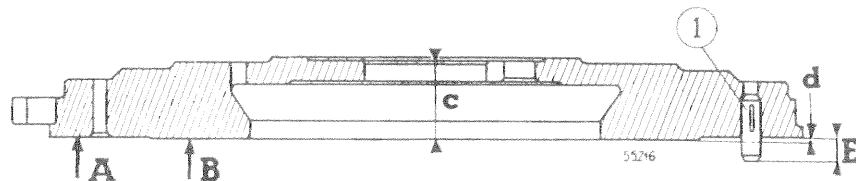

Fig. 45. — Cotes à respecter en cas de rectification du volant
Retoucher les faces (A) et (B) (voir figure 45 de la même valeur afin de conserver la cote (d) qui doit être de  $0,5 \pm 0,1$  mm.